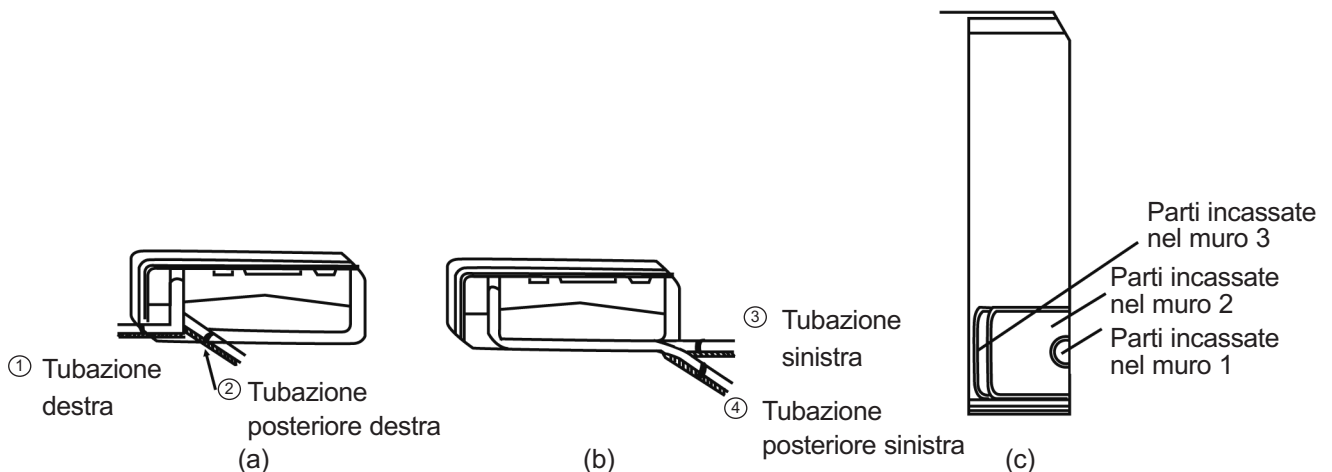

Fig.4
1. In sede di passaggio delle tubazioni e di cablaggio da sinistra a destra dell'unità interna, sarà necessario tagliare le parti incassate nel muro (Mostrato in Fig.4, (a), (b) e (c)).
(1) Tagliare le parti incassate nel muro 1 in sede di cablaggio.
(2) Tagliare le parti incassate nel muro 1 e le parti incassate nel muro 2 (o parti incassate nel muro 1, 2 e 3) in sede di cablaggio e raccordo delle tubazioni.
①, ② e ③ in Fig.4 sono indicati i tubi raccomandati.